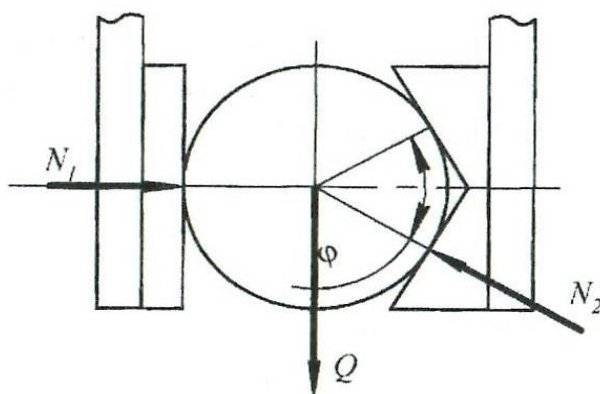

Рис. 3
3. Объект манипулирования массой  $m = 5,0$  кг удерживается в призматических губках схвата (рис. 3). Коэффициент трения в месте соприкосновения губок схвата с объектом манипулирования  $\mu = 0,14$ . Рассчитать силы  $N_1, N_2$ , действующие в местах контакта объекта манипулирования с губками схвата при  $\varphi = 60^\circ$ .